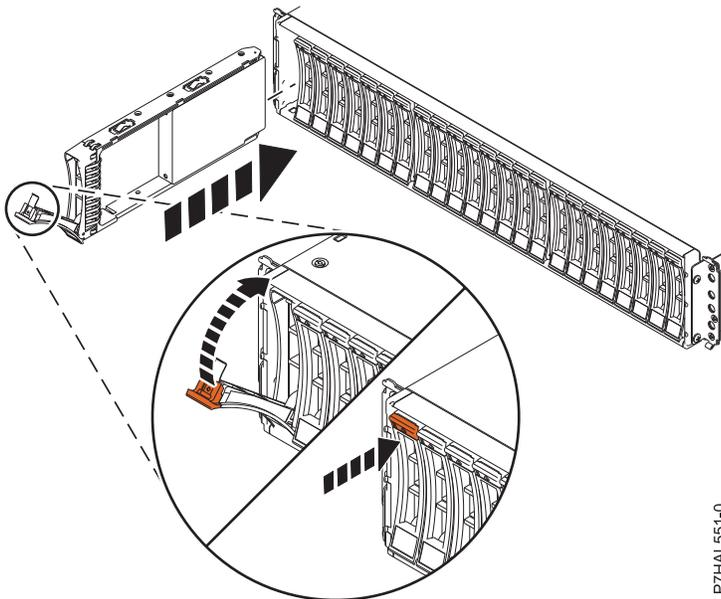

Abbildung 19. Plattenlaufwerk im Plattenlaufwerkgehäuse installieren oder austauschen
3. Der Griff muss in der entriegelten Position stehen (siehe Abb. 19 auf Seite 20), während Sie das Laufwerk unten mit Ihrer Hand abstützen und an den Führungsschienen im Gehäuse ausrichten.
7. Verriegeln Sie das Laufwerk, indem Sie den Griff (A) in die gezeigte Richtung drehen. Siehe Abb. 19.